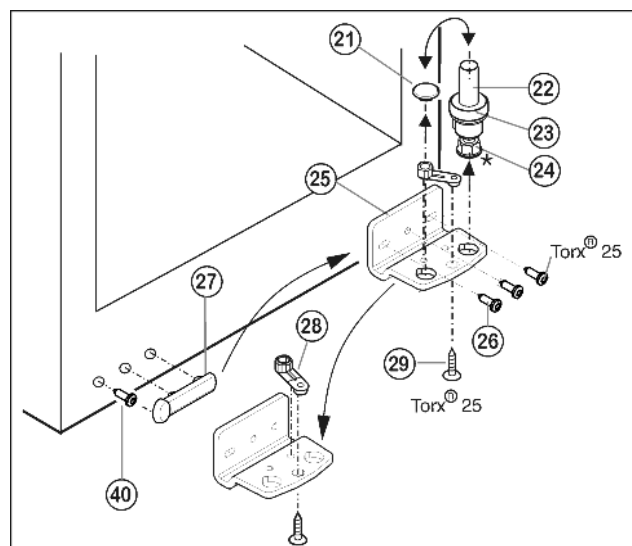
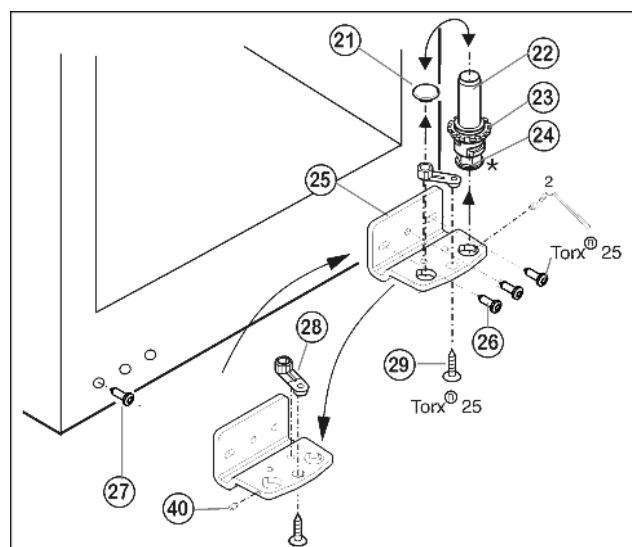

Fig. 5
Fig. 6
- ▶ Извлеките опорный винт Fig. 5 (22) в комплекте с шайбой Fig. 5 (23) и регулируемой опорой* Fig. 5 (24), вытягивая его вверх.
- ▶ Снимите пробку Fig. 5 (21).
- ▶ Открутите Fig. 5 (26) опорный кронштейн Fig. 5 (25).
- ▶ Открутите Fig. 5 (29) опорную деталь Fig. 5 (28) и, переставив в отверстие на противоположной стороне опорного кронштейна, снова прикрутите.
- ▶ Осторожно снимите и переставьте на противоположную сторону крышку со стороны ручки Fig. 5 (27) и винт Fig. 6 (40).
- ▶ Снова прикрутите опорный кронштейн Fig. 5 (25) на новой стороне шарнира (**с моментом 4 Нм**). При необходимости используйте аккумуляторный шурупверт.
- ▶ Переставьте пробку Fig. 5 (21) в свободное отверстие.
- ▶ Вновь установите опорный винт Fig. 5 (22) в комплекте с шайбой и регулируемой опорой*. При этом фиксатор должен быть направлен назад.
- ▶ Отвинтите установочный винт Fig. 6 (40) приблизительно на один оборот прилагаемым торцевым ключом.
- ▶ Извлеките опорный винт Fig. 6 (22) в комплекте с шайбой Fig. 6 (23) и регулируемой опорой* Fig. 6 (24), вывинчивая его вверх.
- ▶ Снимите пробку Fig. 6 (21).
- ▶ Открутите Fig. 6 (26) опорный кронштейн Fig. 6 (25).
- Полностью выкрутите установочный винт Fig. 6 (40) и вкрутите на противоположной стороне на нижнем опорном кронштейне, чтобы он был заподлицо с этим кронштейном.
- Открутите Fig. 6 (29) опорную деталь Fig. 6 (28) и, переставив в отверстие на противоположной стороне опорного кронштейна, снова прикрутите.
- Переставьте пробку Fig. 6 (21) в свободное отверстие.
- Выкрутите болт Fig. 6 (27) и переставьте его на противоположную сторону.
- Снова прикрутите опорный кронштейн Fig. 6 (25) на новой стороне шарнира (с моментом 4 Нм). При необходимости используйте аккумуляторный шурупверт.
- Вновь установите опорный винт Fig. 6 (22) в комплекте с шайбой и регулируемой опорой*.
- Затяните установочный винт Fig. 6 (40).
- Установите дверцу сверху на нижний опорный палец Fig. 6 (22).
- При необходимости выровняйте дверцы через два продольных паза в нижнем опорном кронштейне Fig. 6 (25) параллельно корпусу устройства. Для этого выкрутите средний винт.